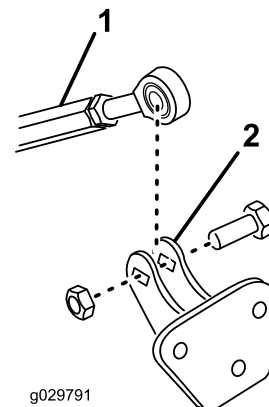

Figure 10
5. Fixez le côté tige de la biellette filetée au support de biellette à l'aide d'un boulon (1/2" x 1 1/2") et d'un contre-écrou (1/2"), comme montré à la Figure 10.